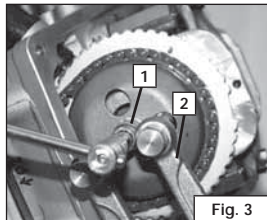

Fig. 3
- Rimuovere la vite centrale che fissa la campana (1), servendosi di una chiave a compasso (2) (Fig. 3).
- Remove the centre screw (1) and the relief valve mass housing using a retaining wrench (2) (Fig. 3).
- Enlever la vis centrale qui fixe la cloche (1) en utilisant une clef à compas (2) (Fig. 3).